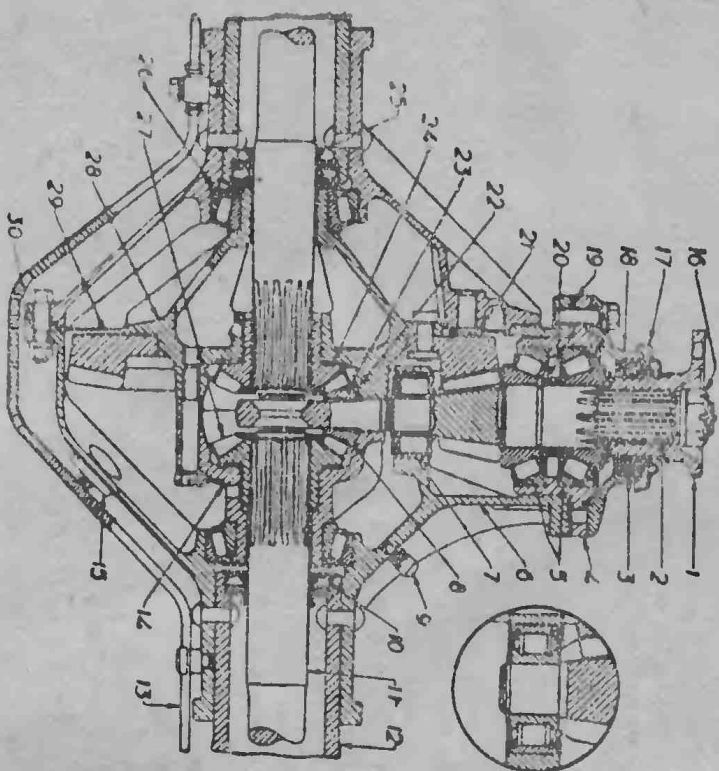

Рис. 23 Задний мост.
3. Отсоединить шесть болтов крепления муфты 4 к картеру заднего моста (рис. 23).